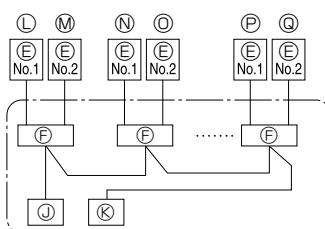

Fig. 6-2
6.1. Außenanlage (Fig. 6-1, Fig. 6-2)
- (1) Die Bedienungsplatte abnehmen.
- (2) Das Kabel gemäß der Fig. 6-1 und der Fig. 6-2 verdrahten.